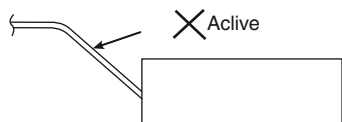

Fig. 3-9
- Não instale o tubo com um aclave desde a abertura de ligação. Isso fará que a água de drenagem flua de volta e vaze quando a unidade não estiver a funcionar. (Fig. 3-9)